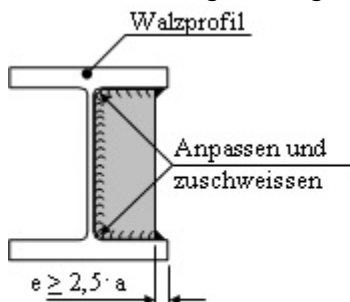
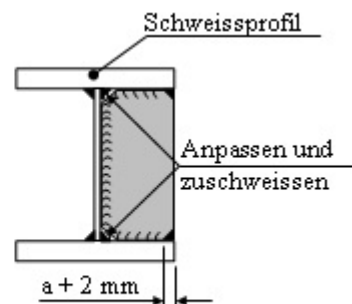

Bild 1
Bild 2
- Bei ruhender und vorwiegend ruhender Beanspruchung sind Ecken von Aussteifungen, Verstärkungsrippen und quer zu Längsblechen/ Längsträgern verlaufende Bleche in der Ecke anzupassen und rundherum zu verschweißen. Dies betrifft sowohl gewalzte als auch geschweisste Längs-Profile. Am Profilrand ist die Steife/ die Verstärkungsrippe/ das Querblech um das Maß $e \geq 2,5 \cdot a$ zurückstehen zu lassen oder muss mit einer Fase versehen werden, die $(a + 2)$ mm tief ist, damit eine ausreichende Umschweißung sichergestellt ist (Bild 1 und Bild 2).
- Bei dynamischer Belastung gilt für die Eckausführung das gleiche (Bild 1 und Bild 2), wenn die Dicken der beteiligten Bauteile ≤ 15 mm sind (Gurtbleche, Stegbleche, Steifen u.a.), da dann die Kerbwirkung aus Spannungsanhäufung durch Nahtkreuzung der Längs-/ Quernähte bzw. Walzspannung im Radius/ Quernähte geringer einzustufen ist, als die Kerbwirkung, verursacht durch einer Ausnehmung.